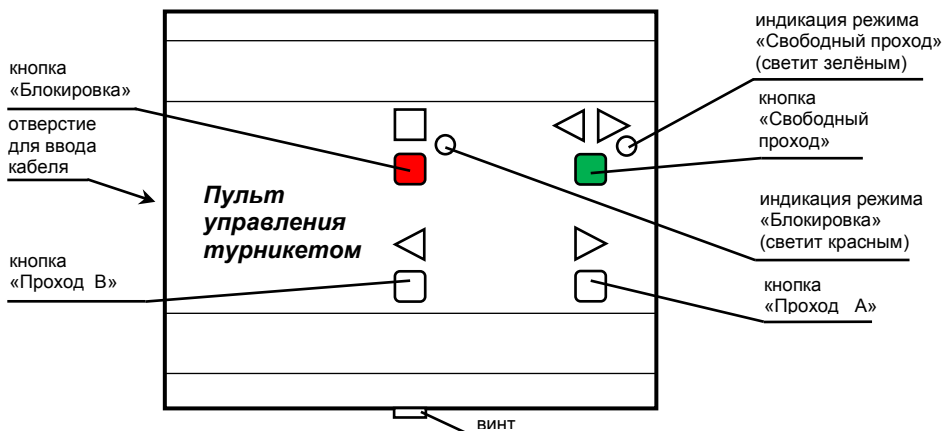
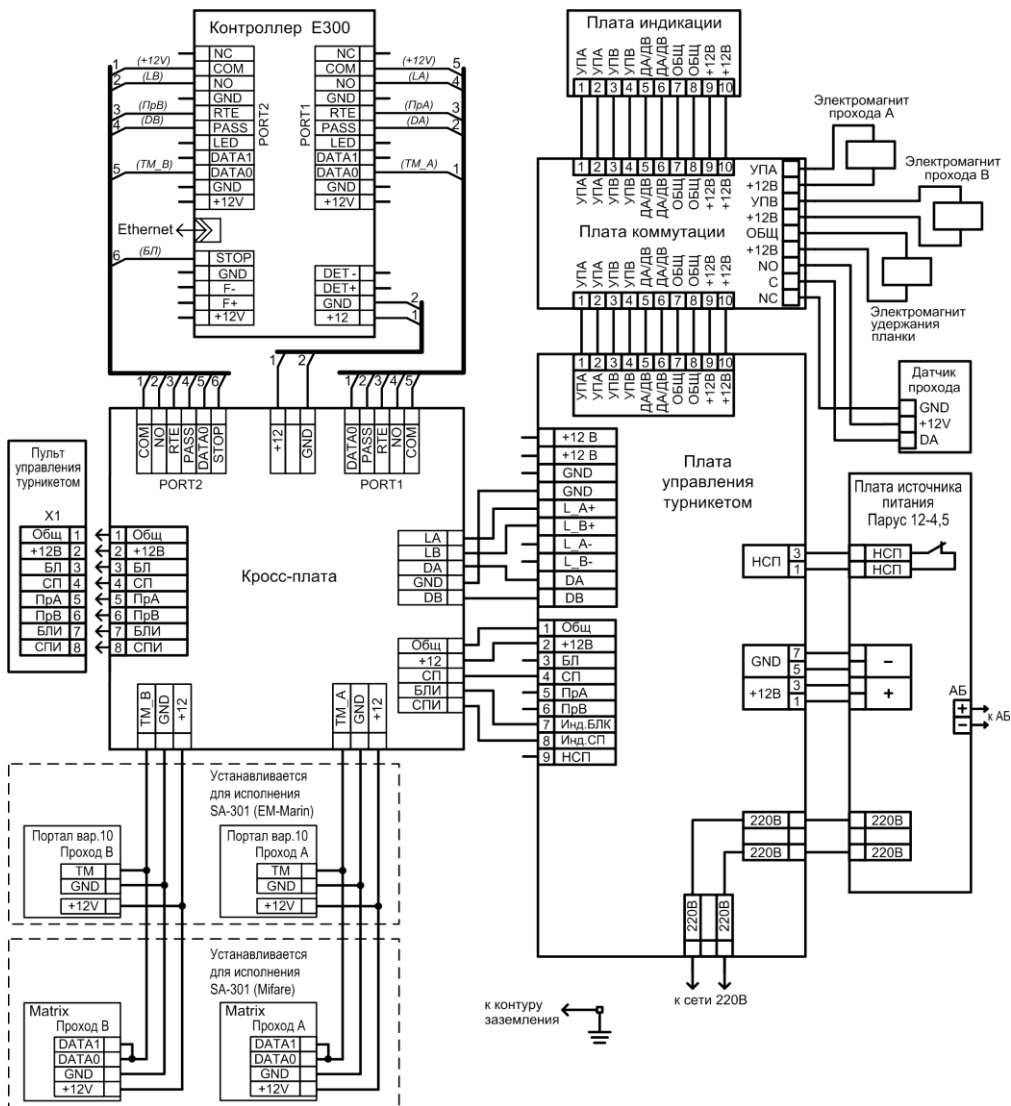

Рис.2 Внешний вид пульта управления
Рис.7 Схема электрическая соединений
Пульт управления турникетом (рис.2) предназначен для ручного дистанционного управления турникетом.
Пульт имеет четыре кнопки (рис.2) для включения (отключения) различных режимов турникета. Ниже описана работа пульта управления при установке переключателей 1 и 2 на плате управления турникетом в положения ON и OFF соответственно (см. п.6).
Нажатое положение кнопок «◀▶» и «■» индицируется соответствующими светодиодами на пульте управления (рис.2).
- подключите кабель пульта управления к клеммнику кросс-платы турникета и к клеммнику пульта (выкрутите винт – рис.2, снимите крышку, на крышке пульта расположена плата с клеммником, проденьте кабель в отверстие, подключите кабель согласно схеме подключения – рис.7, зафиксируйте кабель хомутом, соберите пульт);
- в режиме «Ожидания» нажмите на кнопку «▶» «Проход А» (рис.2). На индикаторе состояния турникета засветится зелёная стрелка – разрешен однократный проход, проверните планки по направлению стрелки. После проворота засветится красный крестик – турникет снова в режиме «Ожидания»;